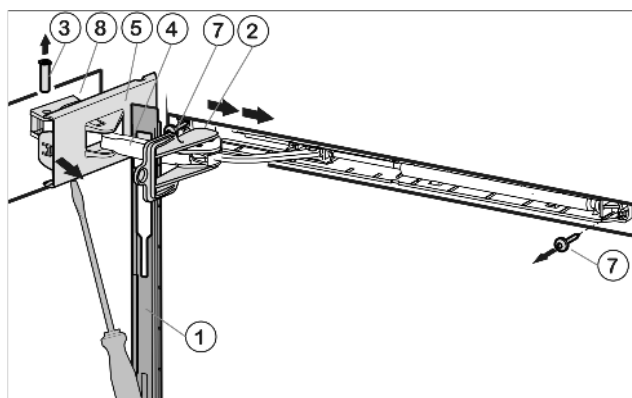

Fig. 5
- ▶ Przesunąć przesłonę ponad pałąkiem amortyzatora Fig. 5 (4) do przodu, w kierunku urządzenia.
- ▶ Zaczepić dołączone zabezpieczenie Fig. 5 (2) w otworze podłużnym.
- ▶ Za pomocą śrubokrętu zwolnić osłonę Fig. 5 (5) od strony zawiasu do pierwszego zatrzasku.
- ▶ Wypchnąć sworzeń Fig. 5 (3) od dołu.
- ▶ Nacisnąć pałąk amortyzatora Fig. 5 (4) w kierunku drzwi.
- ▶ Całkowicie uwolnić osłonę Fig. 5 (5) od strony zawiasu i zdjąć ją.
- ▶ Zdjąć przesłonę Fig. 5 (1).
- ▶ Odkręcić amortyzator zamykania drzwi (2 razy Torx® 15) Fig. 5 (7).
- ▶ Odkręcić płytkę zawiasu Fig. 5 (8) i przelożyć na drugą stronę, obracając ją o 180°. Ewentualnie nakłuć otwory pod śruby lub użyć wkrętarki akumulatorowej.